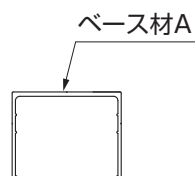
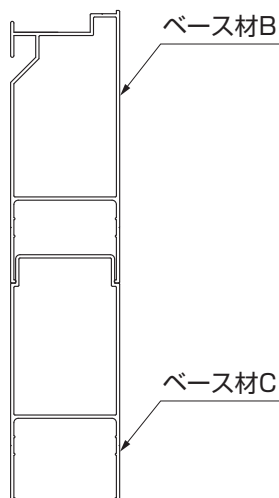

図2-33
図2-34
- ベース材には種類があります。（図2-33、図2-34、図2-35参照）